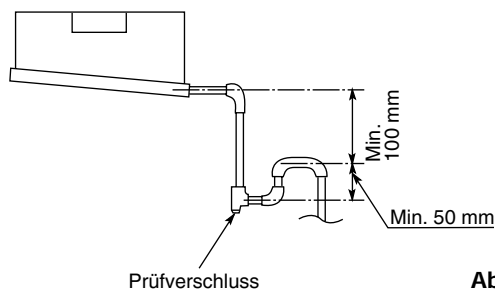

Abb. 3-98
- (5) Auch an anderen Stellen der Leitungsanordnung Abscheider mit Prüfverschluss vorsehen, damit Staub und Fremdkörper beseitigt werden können, um eventuelle Wasserlecks zu vermeiden. (Abb. 3-98)